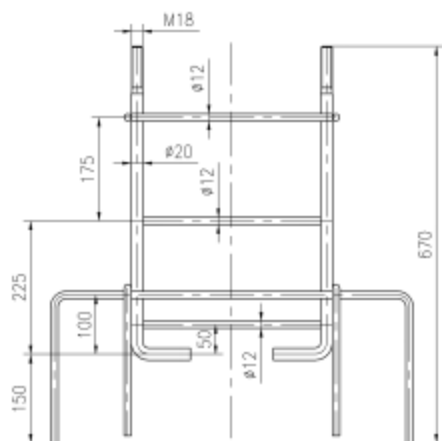

图1
- 1) JMA-16X转腰器的安装方式为预埋式，即采用预埋架（如图1）将器材固定；其对安装器材的土质要求如下：在距地表800mm深度以内其土质不低于强度中等的土质要求（注：GB/T 50145-2007《土的工程分类标准》 5.1.2干强度试验：将一小块土捏成土团，风干后用手指捏碎、掰断及捻碎，并应根据用力的大小进行区分：稍用力即可捏碎或掰断为干强度中等。）